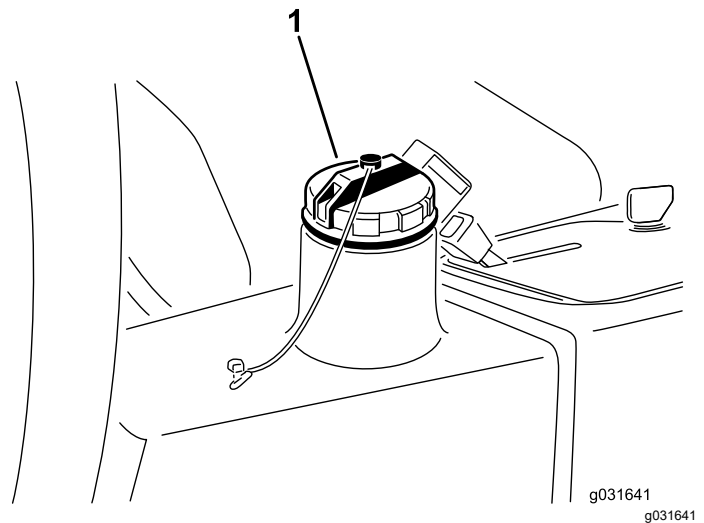

Figura 67
4. Encha o reservatório (Figura 67) com aproximadamente 13,2 litros de fluido hidráulico; consulte Verificar o sistema hidráulico \(página 58\).